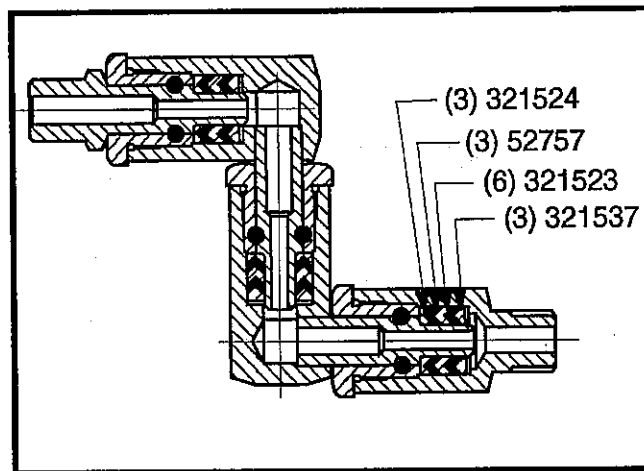

Figura 7: Gruppo snodo universale 52752 (Modello 9641)
IMPORTANTE: prima di effettuare il rimontaggio, togliere la guarnizione, gli anelli ad O, e la cavità del pistone come mostrato nella Figura 7. Proteggere con molta cura i rinforzi e le superfici isolanti da danni e graffi.
* 398719-1 Per l'uso sul gruppo snodo 52752 (Figura 7)